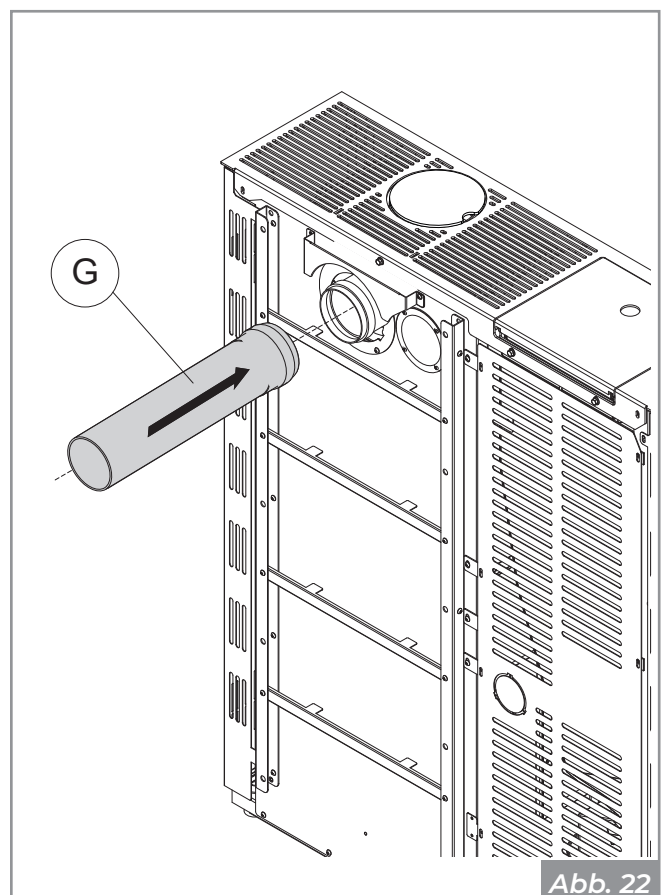

Abb. 22
- ES ist möglich, das Rauchrohr (**G**) an den Rauchstellring anzuschließen (**D**) (**Abb. 22**).